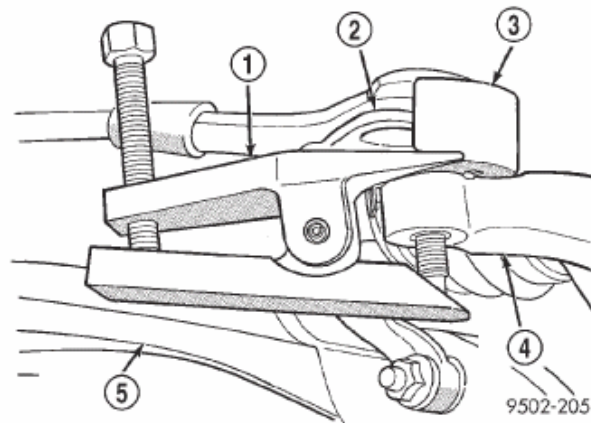

Fig. 8 Desmontaje del extremo de la barra de acoplamiento de la articulación de la dirección
(10) Retire el espárrago del extremo de la barra de acoplamiento del brazo de la articulación de la dirección mediante el extractor, herramienta especial MB-991113, (Fig. 8).